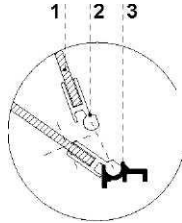

Abb. 8 Demontage der Frontverglasung
-  Beim Waschen darf die Frontscheibe nicht im Alu-Profil locker aufgeklappt gelassen werden. Die Scheibe kann dadurch beschädigt werden, worauf sich die Garantie nicht erstreckt. Für die Wartung die Scheibe samt Profil herausnehmen Abb. 8 (S. 6).